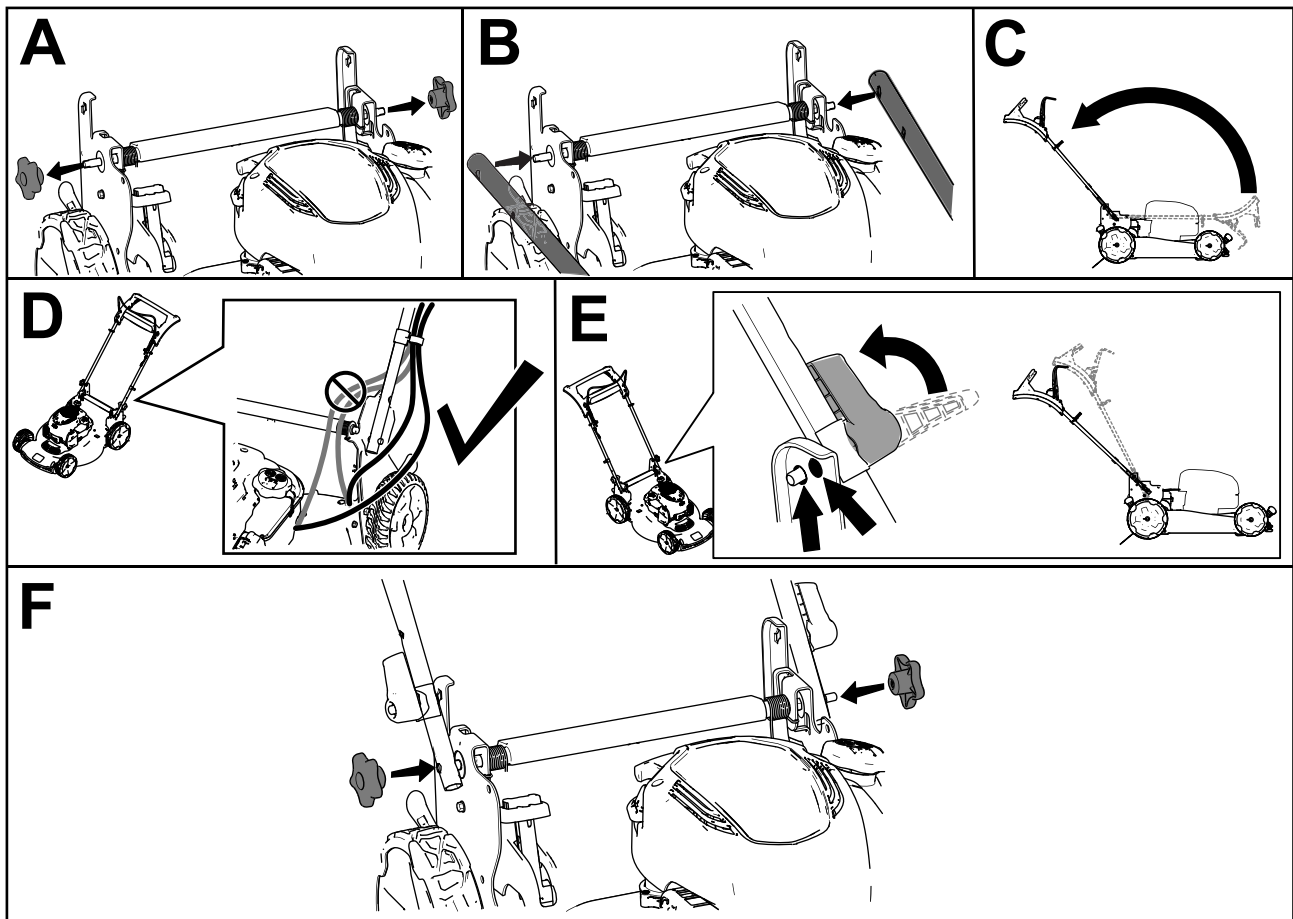

Figura 3
**Notă:** Aveți grijă, cablurile trebuie amplasate la exteriorul mânerului și să nu fie prinse (D din Figura 3).